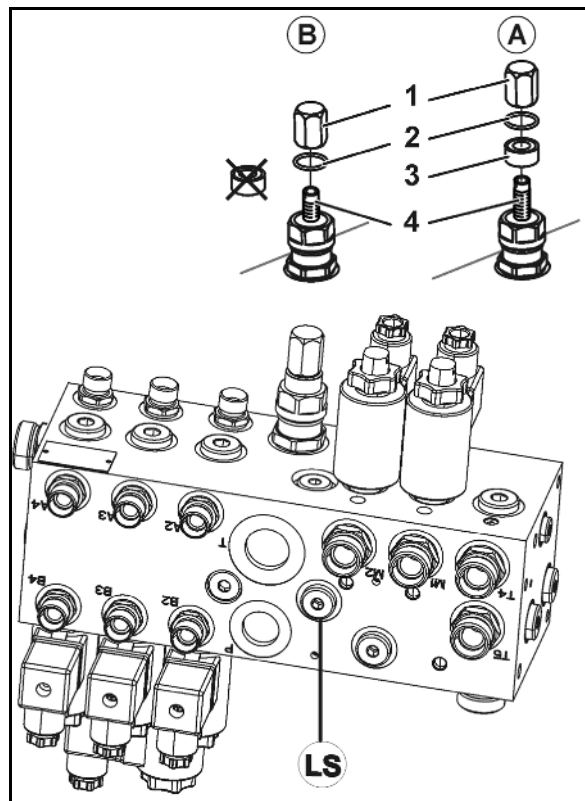

図 34
3. スペーススリーブを取り付けます (負荷感知なし) (図 34/A)。